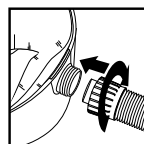

FIGURE 29
42. Réinsérez le tuyau dans l'admission et serrez l'écrou autobloquant. FIGURE 29.